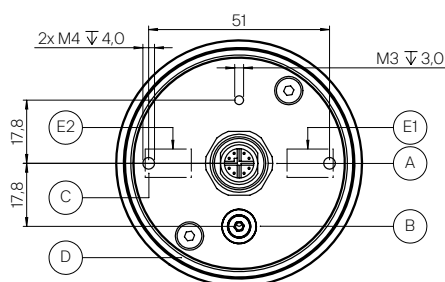

Figura 3
I filetti sono in asse con le posizioni dell'ottica (E1 o E2). Per un formato immagine orizzontale (landscape) le posizioni delle viti (C) devono essere allineate su un piano orizzontale. Per un formato verticale (portrait) vanno allineate su un asse verticale. Vedi figura 3.